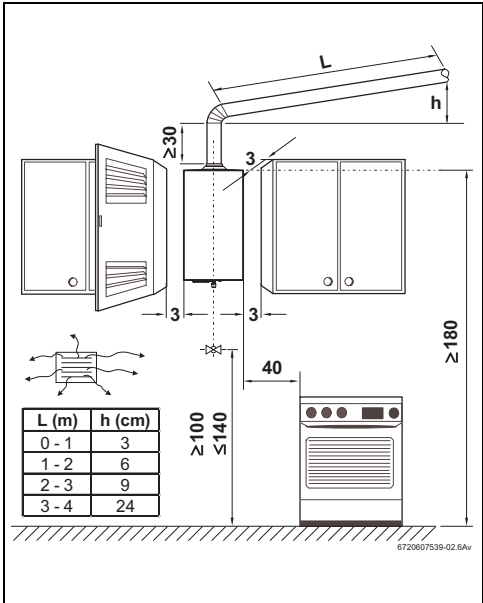

Fig. 13 Separaciones mínimas (en cm)
- Asegurar la accesibilidad en los trabajos de mantenimiento respetando las separaciones mínimas indicadas en la Fig. 13.